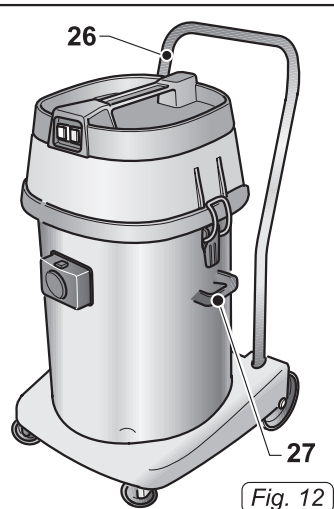
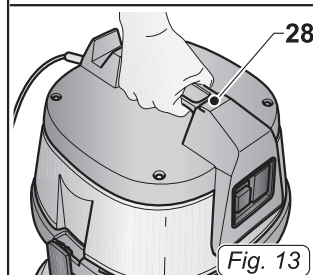

Fig. 12
Fig. 13
- Аппарат оснащен колесами и таким образом может быть перемещен с соответствующими рычагами, может быть выдвинута с помощью рычага (26 Рис. 12).
- Для подъема прибора взяться рукой за специальную ручку (28 Рис. 13), выполненную в верхней части крышки в версии с одиночным двигателем или же выполнять подъем вдвоем с помощью ручек (27 Рис. 12).